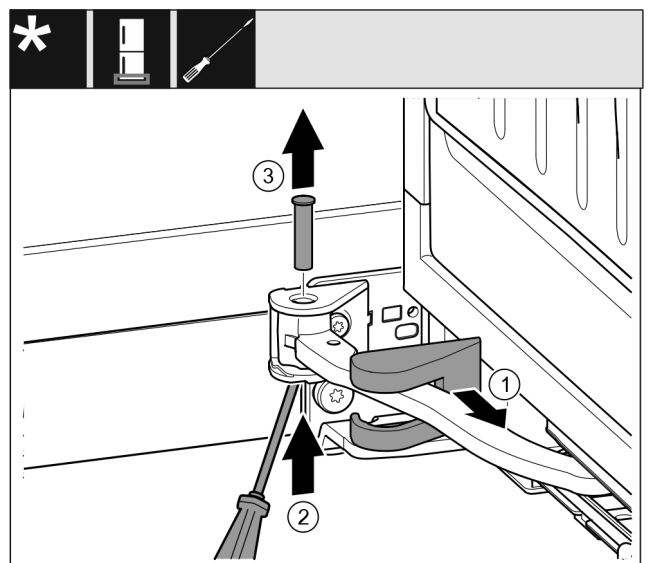

Fig. 15
- ▶ 卸下托架盖 Fig. 15 (1) 并沿着铰链移动。
- ▶ 将螺栓 Fig. 15 (2) 用螺丝刀从下方提起。
- ▶ 从上方拉出螺栓 Fig. 15 (3)。